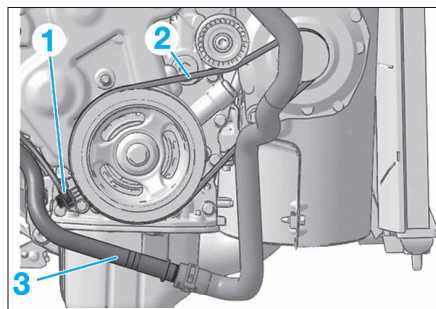

FIG. 17
- Débrancher le capteur de régime (1), puis le déposer (Fig.17).
- Débrider, puis écarter le tuyau de refroidissement (3) (Fig.17).